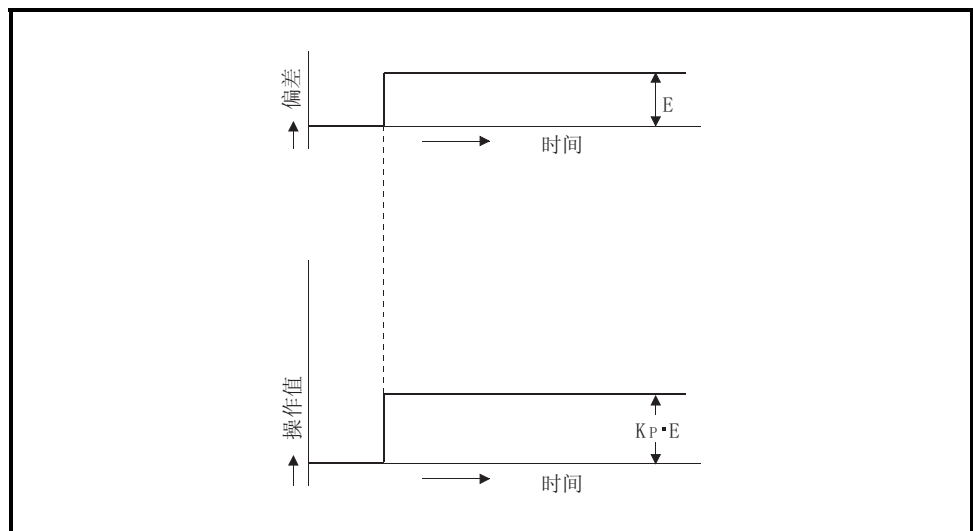

图 1.7 阶跃响应时的比例动作
- (1) 比例动作是获取与偏差(设置值与测定值之间的差)成正比例的操作值的动作。
- (2) 在比例动作中, 偏差与操作值之间的变化关系可以用以下公式表达:
- (3) 图 1.7 所示为偏差值恒定时阶跃响应的比例动作。
- (4) 操作值在-5.0%至 105.0%之间变化。随着 K_P 的增加, 同一偏差值的操作值变大, 并且纠正动作变强。
- (5) 在比例动作中将产生偏置(剩余偏差)。